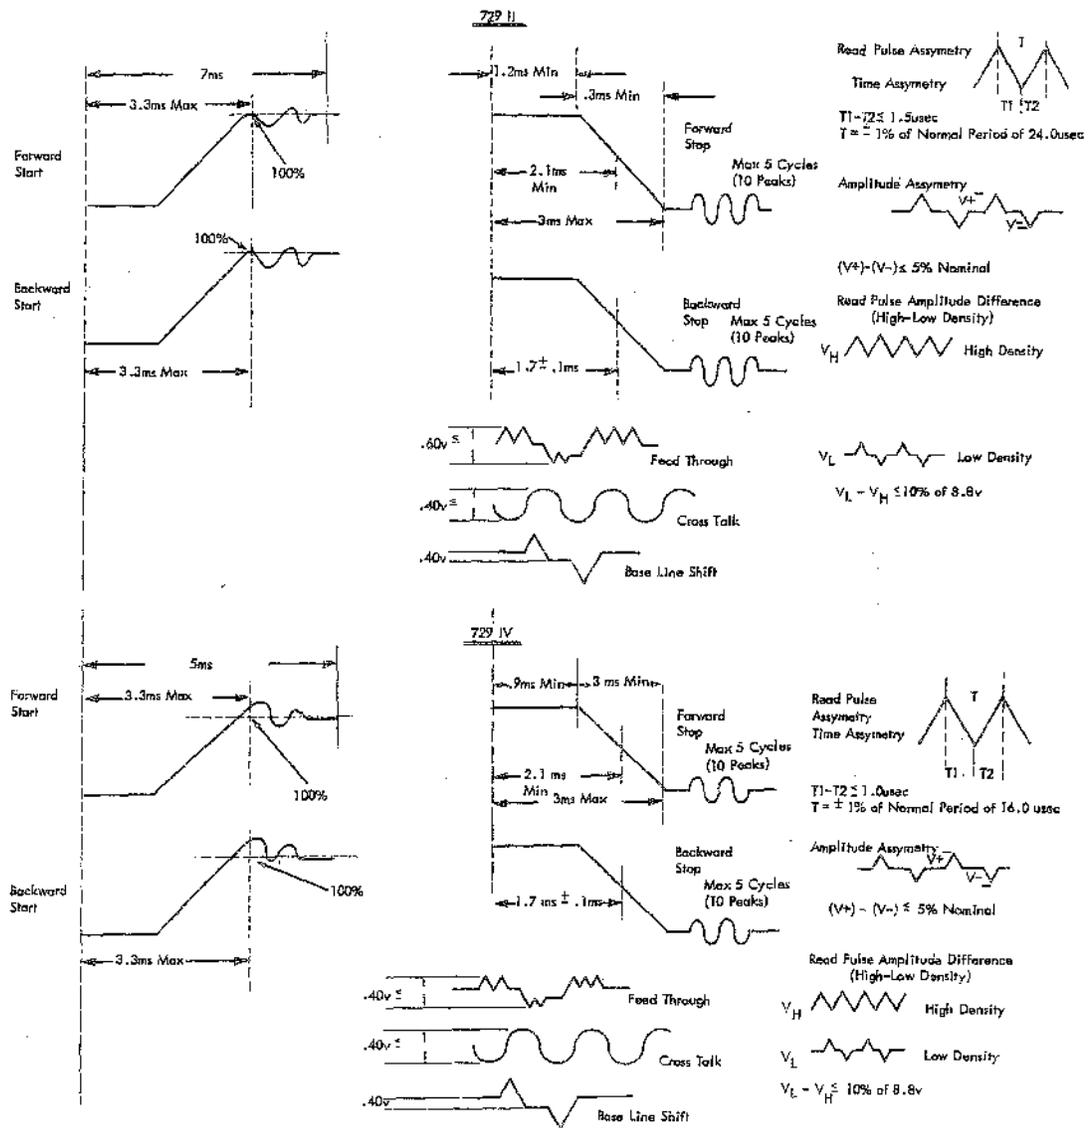

Figure 3-6. 729 II, III and IV Start-Stop Timings
1. Startzeiten: Rückwärts (backward) und vorwärts (forward). Nach max. 3,3 Millisek. muss 100% der Amplitude erreicht sein (Abb. 3-6).
Rückwärts - Die Hüllkurve soll 1,7 + 0,1 Millisek. nach GO-Signal Ende 50% der vollen Amplitude aufweisen (Abb. 3-6).